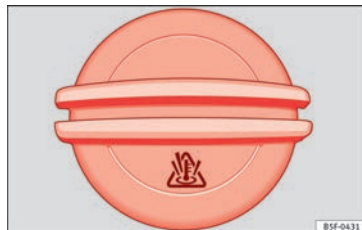

Abb. 245 Im Motorraum: Deckel des Kühlmittelausgleichsbehälters.
- Der Ausgleichsbehälter des Motorkühlmittels ist am Symbol  auf dem Deckel erkennbar » **Abb. 245.**